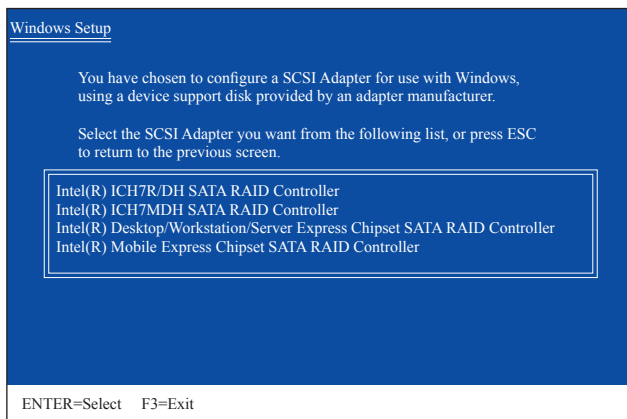
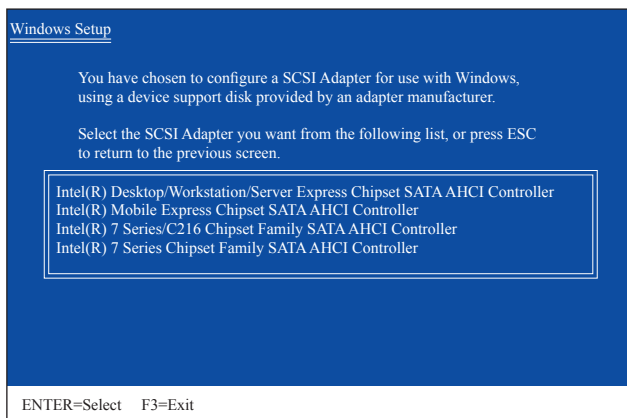

図 3
図 4
SATA RAID/AHCIドライバを含むフロッピーディスクを挿入し、<Enter>を押します。次に、以下の図 3 のようなコントローラメニューが表示されます。Intel(R) Desktop/Workstation/Server Express Chipset SATA RAID Controller を選択し、<Enter>を押します。AHCI モードの場合、キーボードの矢印キーを使用して Intel(R) 7 Series/C216 Chipset Family SATA AHCI Controller アイテムにスクロールし <Enter> を押します(図 4)。